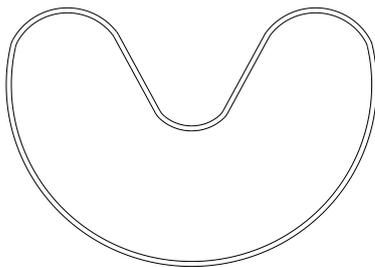

Bild 18: Montage von Dichtung und Abstreifer
- Setzen Sie eine neue Dichtung (Bauteil 1.12) und einen neuen Abstreifer (Bauteil 1.11) in das Gehäuse ein. Hierzu können die Bauteile herzförmig geformt werden (siehe Bild 18).